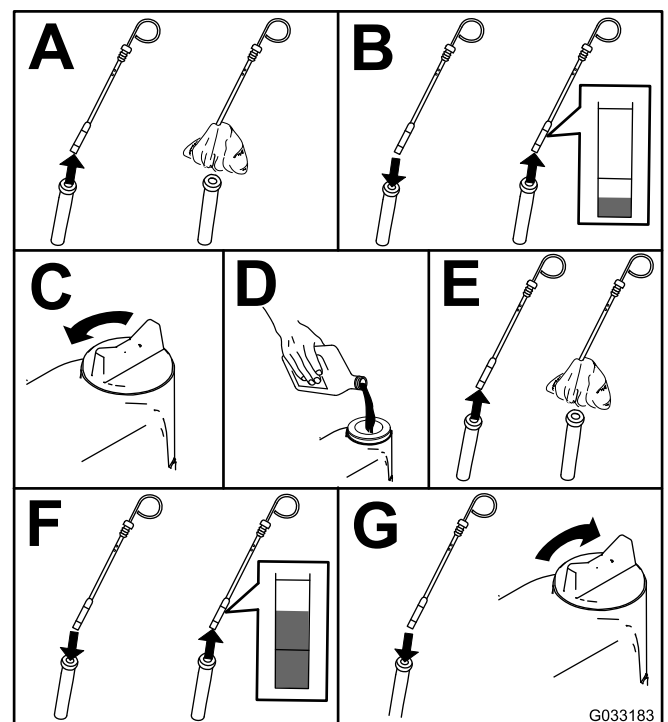

Figura 70
2. Compruebe el nivel de aceite del motor (Figura 70).